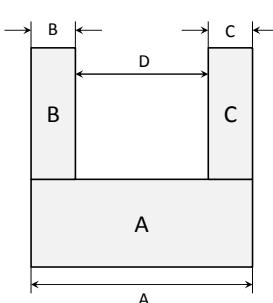
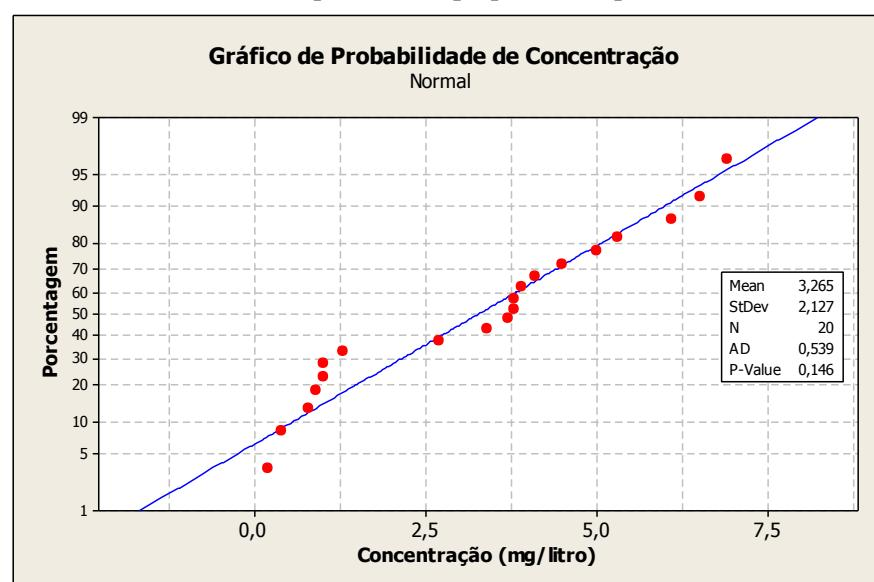

Figura 1 - Componente em forma de U.
Figura 2 - Gráfico de probabilidades: Concentração de oxigênio dissolvido
- A. Um componente em forma de U deve ser formado a partir de três peças A, B e C. O esquema é mostrado na Figura 1. O comprimento de A é normalmente distribuído com uma média de 10 mm e um desvio-padrão de 0,1 mm. A espessura das peças B e C é distribuída normalmente, com uma média de 2 mm e um desvio-padrão de 0,05 mm. Suponha que todas as dimensões sejam independentes.
3. Para verificação do processo de montagem coletou-se uma amostra de 10 medidas da abertura D. A média amostral obtida foi 6,0411 mm. Considere que o desvio padrão do processo de montagem não se alterou e que seu valor é aquele calculado no item (1). Construa um intervalo de 99% de confiança para a média populacional da abertura D.
4. Baseado no intervalo de confiança obtido no item (3), você diria que o comprimento médio da abertura D não é aquele determinado em (1). Justifique.
5. Analise a Figura 2 e responda se há evidência que suporte a suposição de que a concentração de oxigênio dissolvido seja normalmente distribuída. Justifique.